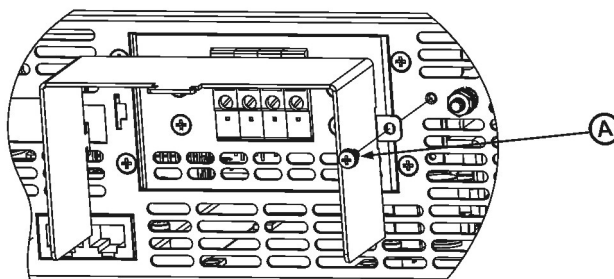

Рис.3-9: Сборка защитного кожуха
4. На пол-оборота ослабьте на шасси два винта с маркировкой «А», как показано на Рис. 3-9.
5. Смонтируйте защитный кожух с шасси и затяните два винта, чтобы закрепить экран на шасси (см. Рис. 3-9). Момент затяжки винтов: 4,8-5,3 фунта/дюйм.